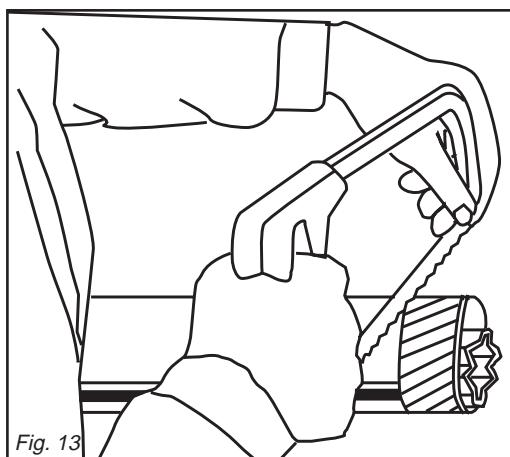
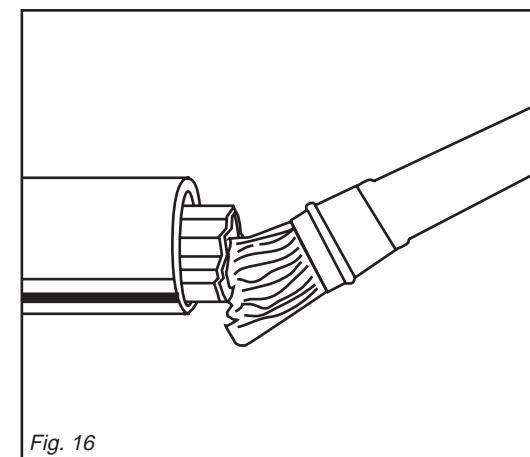

Fig. 13
Fig. 16
- Accorciare i tubi scorrevoli di una stessa lunghezza (Fig. 13 e 14), sbavare e pulire (Fig. 15) e ingrassare l'interno del tubo esterno (Fig. 16).
- Shorten the sliding tubes by the same extent (Fig. 13 and 14), deburr and trim (Fig. 15), then grease the inside of the outer tube (Fig. 16).
- Die Gleitrohre um die gleiche Länge (Abb. 13 und 14) kürzen, sie abgraten und reinigen (Abb. 15) und das Innere des Außenrohrs schmieren (Abb. 16).
- Raccourcir les tubes coulissant de la même longueur (Fig. 13 et 14), ébavurer et nettoyer (Fig. 15) puis graisser l'intérieur du tube extérieur (Fig. 16).
- Acortar los tubos correizados en modo uniforme (Fig. 13 y 14), quitar las rebabas y limpiar (Fig. 15) y engrasar dentro del tubo externo (Fig. 16).
La frizione è già pre-regolata per uno sforzo medio. Se slitta troppo facilmente (sur-riscaldandosi) è necessario avvitare uniformemente tutti i dadi (1 Fig. 16) che stringono le molle. Qualora l'albero cardanico fornito abbia il mozzo con bloccaggio a bulloni (2 Fig. 16), assicurarsi che questi siano serrati con forza.
*If the supplied cardan shaft has a bolt-locked hub (2 Fig. 16), check that these bolts are fully tightened.*
*The clutch is already pre-adjusted for average stress. If it slips too easily (and overheats), it will be necessary to evenly tighten all the nuts (1 Fig. 16) that retain the springs.*
Se la frizione non slitta, svitare uniformemente tutti i dadi (1 Fig. 16) che fissano le molle. Svitare un giro alla volta e verificare la frizione dopo circa 300 metri di lavoro. Se necessario ripetere l'operazione, sempre svitando un giro alla volta. Se la frizione mantiene durante il lavoro una temperatura di circa 40-50 gradi circa significa che è regolata in modo corretto.
If the clutch does not slip, evenly unscrew all the spring fixing nuts (1 Fig. 16). Unscrew one turn at a time and check the clutch after having worked about 300 meters. Repeat the operation if necessary, remembering to unscrew one turn at a time. If the clutch maintains a temperature of about 40-50 degrees during work, this means that it has been correctly regulated.
Wenn die Kupplung nicht schlüpft, alle Muttern (1 Abb. 16), die die Federn spannen, gleichmäßig lockern. Alle Muttern um eine Umdrehung losschrauben und die Kupplung nach 300 Metern Fahrtstrecke prüfen. Den Vorgang falls erforderlich wiederholen, jeweils eine Umdrehung pro Versuch.
*Si l'embrayage ne patine pas, dévissez de manière uniforme tous les écrous (1 Fig. 16) de fixation des ressorts. Dévissez d'un tour à la fois et vérifiez l'embrayage après environ 300 mètres de travail. Si nécessaire, répétez l'opération en dévissant toujours d'un tour à la fois.*
Si el embrague no patina, aflojar uniformemente todas las tuercas (1 Fig. 16) que fijan el resorte. Aflojar una vuelta a la vez y controlar el embrague luego de 300 metros de trabajo. Si es necesario repetir la operación siempre aflojando un giro a la vez.